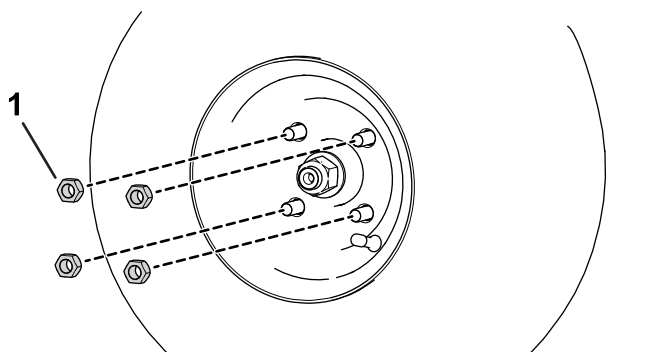

Рисунок 47
- A. Ослабьте и отверните зажимные гайки колес (Рисунок 47).
- B. Заверните зажимные гайки колес (Рисунок 47).